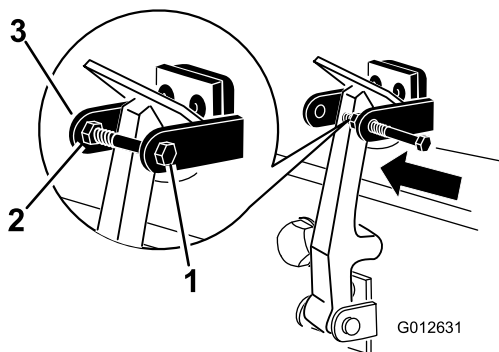

Figura 9
7. Enrosque el perno en el otro brazo del seguro de cierre del capó para fijar la posición del cierre (Figura 9).